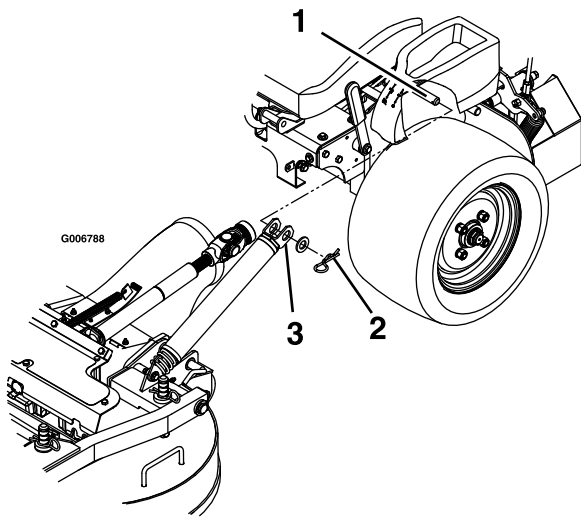

Figure 69
3. Retirez les goupilles fendues et les rondelles sur le haut du ressort d'aide au relevage du tablier de coupe de chaque côté de la machine (Figure 69).
8. Placez des ressorts sur les goupilles d'ancrage sur les consoles gauche et droite, et fixez-les avec une rondelle et une goupille fendue (Figure 69).